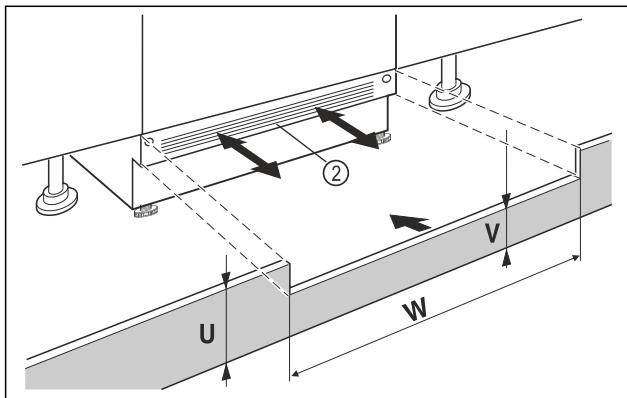

Fig. 40 Примерно изображение
- ▶ Поставете цокъла на уреда Fig. 40 (2), но не го фиксирайте.
- ▶ При виждащ се цокъл Fig. 40 (2), изтеглете го толкова напред, че предният ръб на вентилационната решетка и мебелният цокъл да образуват една равнина.
- ▶ При скрит цокъл Fig. 40 (2), избутайте го докрай назад.
- ▶ Внимавайте всички вентилационни отвори да бъдат свободни: При нужда височината на мебелния цокъл Fig. 40 (U) може да бъде намалена чрез изрязване!
- ▷ Нагласете височината на стъпалото Fig. 40 (V) под цокъла на уреда Fig. 40 (2) по продължение на широчината на нишата Fig. 40 (W).